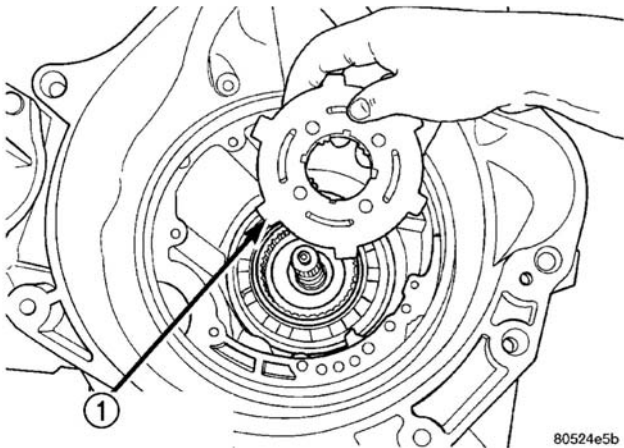

图 63 后行星齿轮总成
(5) 将单向离合器/工具总成安装到变速驱动桥并拆下工具 L-4440。
(6) 将 10 号止推垫圈安装到后行星齿轮总成的后部，在安装中用石蜡油固定。
(7) 安装后行星齿轮总成（图 63）。